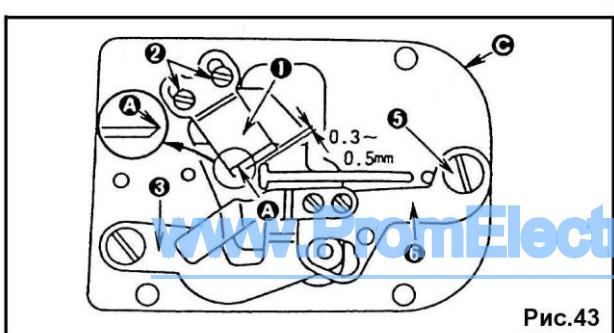

Рис.43
При затуплении обрезателя шпульной нити, снимите ответный нож (1) и заточите его лезвие (A) (рис.43).